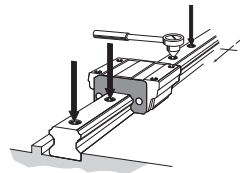

Abb. 10 Festziehen der Befestigungsschrauben
(4) Die Befestigungsschrauben mit einem Drehmomentschlüssel auf das vorgeschriebene Drehmoment festziehen (siehe Abb. 10 und Tab. 1 und Tab. 2 und **B1-101**).